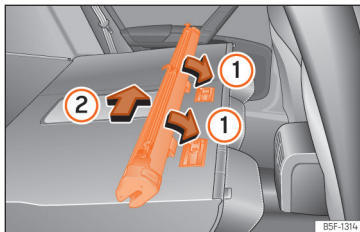

Fig. 192 Montar a rede de separação nos encostos do banco traseiro.
- Coloque a carcaça da rede nos rebaios das calhas de fixação no sentido das setas >>> Fig. 192 ①.
- Empurre a carcaça para o lado esquerdo do veículo no sentido da seta >>> Fig. 192 ② e até ao limite.
- Puxe da carcaça da rede aproximadamente 5 cm no sentido contrário da seta >>> Fig. 192 ②.
- Retire a carcaça das calhas de fixação puxando no sentido contrário ao das setas >>> Fig. 192 ①.